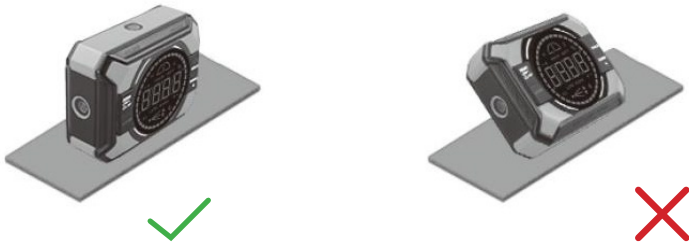

Abbildung 1
- Drücken Sie (1), um das Gerät einzuschalten. Drücken Sie (1) während 3 Sekunden, um das Gerät auszuschalten. Das Gerät schaltet sich nach 3 Minuten Inaktivität bei ausgeschaltetem Laser und nach 30 Minuten Inaktivität bei eingeschaltetem Laser aus.
- Legen Sie das Gerät zum Messen auf eine ebene Unterlage (Abb. 1).
- Pulse (1) para encender el dispositivo. Mantenga pulsado (1) durante 3 segundos para apagar el dispositivo. El dispositivo se apagará tras 3 minutos de inactividad con el láser apagado y en 30 minutos sin actividad con el láser encendido.
- Para medir, coloque el instrumento sobre una superficie plana (Fig. 1).